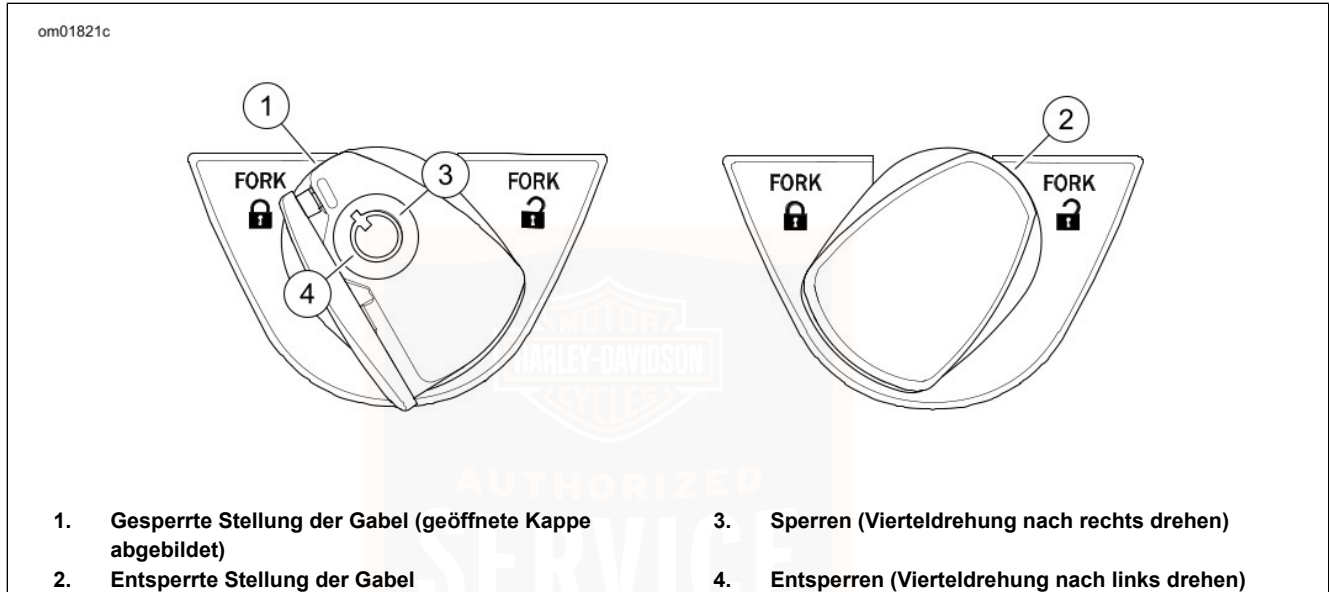

Abbildung 6. Gabelschlossknopf
Siehe Abbildung 6. Der Gabelschlossknopf befindet sich auf der Instrumententafel. Wenn das Gabelschloss sofort nach dem Parken des Motorrads gesperrt wird, erschwert dies die unbefugte Benutzung oder einen Diebstahl. Der Gabelschlossknopf kann mit dem Schlüssel, dem Schlüsselanhänger-Verriegelungsknopf oder den Zentralverriegelungsschaltern in der Verkleidungskappe gesperrt werden.
2. Siehe Abbildung 6. Den Schalter in die GESPERRTE Stellung drehen.
2. Siehe Abbildung 6. Den Knopf vollständig in die ENTSPERRETE Stellung drehen.